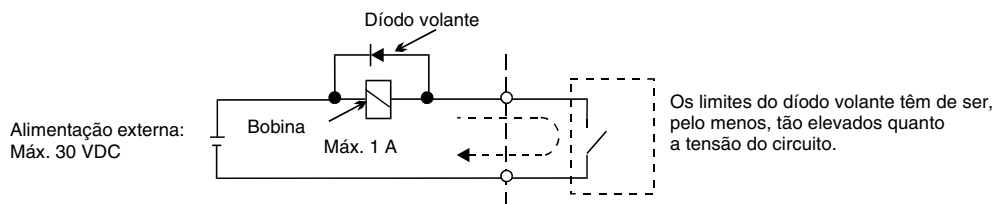

Fig 6 Ligação do díodo volante
- *3. Quando estiver a propulsionar uma carga reactiva, como uma bobina de relé com fonte de alimentação CC, insira sempre um diodo volante conforme mostrado na Fig 6.